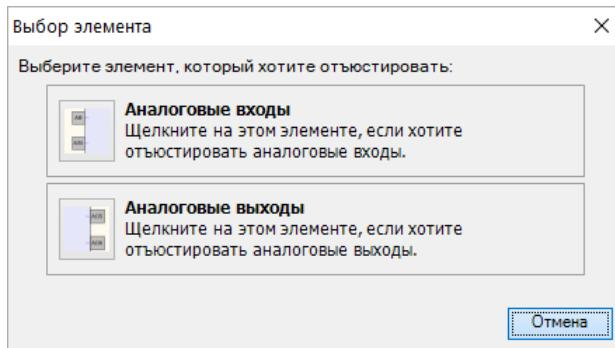

Рисунок 8.2 – Меню юстировки
2. Запустить OWEN Logic и выбрать в меню пункт «Прибор» → «Юстировка входов/выходов» для запуска мастера юстировки. В диалоговом окне «Выбор элемента» выбрать пункт «Аналоговые входы» (см. рисунок 8.2, 1).
В случае использования входа для измерения сигналов «4... 20 мА» рекомендуется провести юстировку входа, предварительно выбрав параметр «Тип датчика» равным «4... 20 мА». Калибратор напряжения следует подключить по схеме (см. рисунок 8.2, 2). Действия по юстировке аналогичны пп 2–3.
В случае использования входа для измерения сигналов «0... 4000 Ом» рекомендуется провести юстировку входа, предварительно выбрав параметр «Тип датчика» равным «0... 4000 Ом». На вход подключить источник эталонных сопротивлений, например магазин сопротивлений, по схеме (см. рисунок 8.2, 3). Действия по юстировке аналогичны пп 2–3.